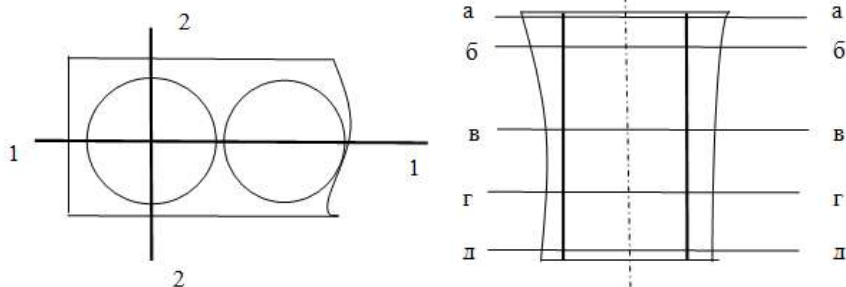

Рис.5.2. Схема измерения параметров цилиндров блока ДВС
4. Произвести настройку измерительных приборов (нутромеров) с использованием плоскоконцевых мер и произвести измерения параметров цилиндров в 2-х плоскостях и 5-ти сечениях согласно схеме на рис. 5.2.